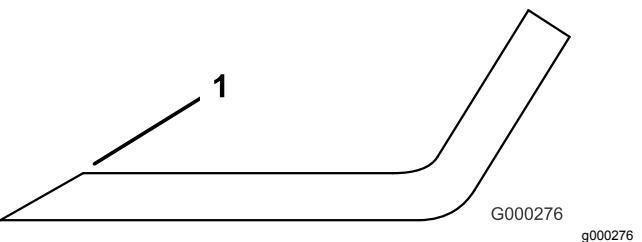

**Figura 117**
2. Examine cuidadosamente as extremidades da lâmina, prestando especial atenção à zona onde se encontram as partes curvas e planas da lâmina (Figura 117).
**Nota:** A areia e os materiais abrasivos podem desgastar o metal entre as partes plana e curva da lâmina; por isso, verifique a lâmina antes de utilizar a máquina. Se der conta de desgaste (Figura 117), substitua a lâmina.